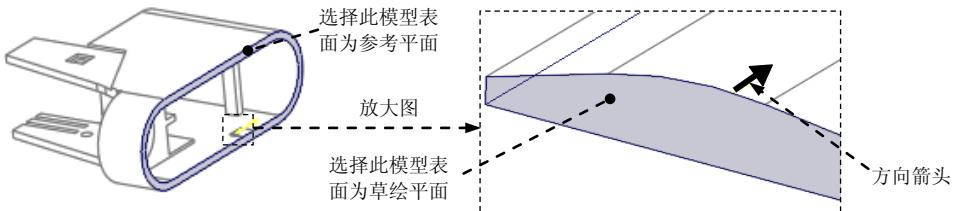

图 19.25 定义草绘平面
(1) 单击**编辑模具体积块**操控板 **形状** ▼ 区域中的 按钮，此时系统弹出“拉伸”操控板。
(2) 选择**视图**功能选项卡 **模型显示** ▼ 区域中的“显示样式”按钮 ，按下 按钮，将模型的显示状态切换到虚线线框显示方式。
(3) 定义草绘截面放置属性。右击，从弹出的菜单中选择**定义内部草绘...**命令；在系统 的提示下，选取图 19.25 所示的模型表面为草绘平面，接受图 19.25 中默认的箭头方向为草绘视图方向，然后选取图 19.25 所示的模型表面为参考平面，方向为**右**，单击**草绘**按钮，此时进入草绘环境。